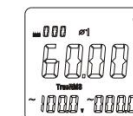

Figura 12-1
4. Așa cum se arată în Figura 12-1, apăsați tasta SELECT pentru a selecta locația primei faze, respectiv 1, pentru sistemul de sarcină trifazat cu patru fire. De asemenea, poate afișa puterea aparentă, tensiunea și curentul locației fazei 1.